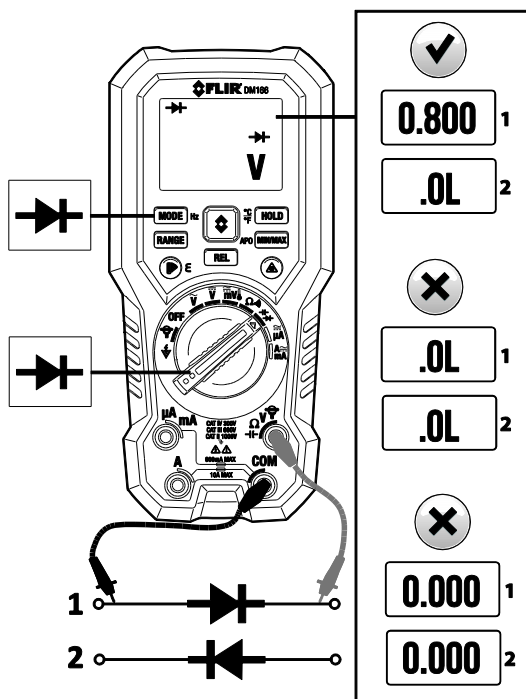

Fig. 6-5 Diodetest
3. Før sondens spidser hen over den diode eller det halvlederkryds, der testes, i én polaritet (retning) og derefter i den anden polaritet som vist i **Fig. 6-5**.